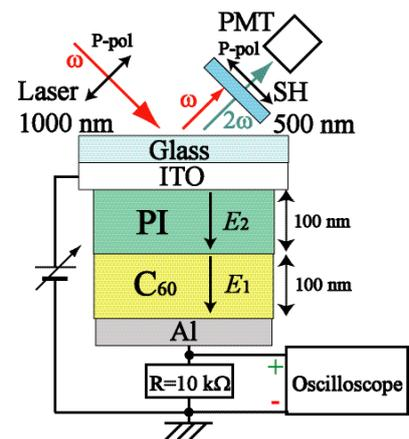
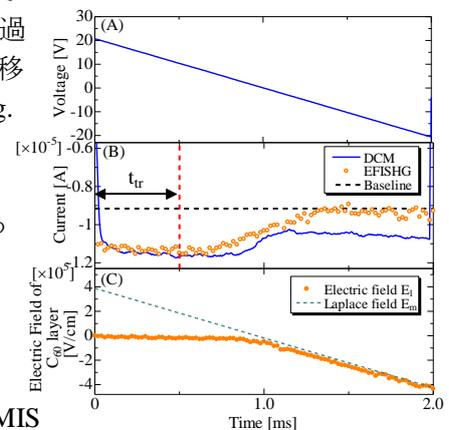

Fig.1 MIS (ITO/Polyimide/C₆₀/Al) device structure and experimental setup.
Fig.2 (A) External applied voltage, (B) transient current, (C) electric field in the C₆₀ layer measured by using EFISHG method.
実験：Fig. 1 に MIS (ITO/Polyimide/C₆₀/Al) 素子構造と測定系を示す。ITO 電極に+20V を印加すると Al 電極から C₆₀ に電子が注入し、Polyimide/C₆₀ 界面に蓄積して定常状態となる。その後、Fig. 2 (A)に示すように電圧を掃引速度($dV/dt = -20$ kV/s)で減少し、電子が Al 電極に戻る過程で流れる過渡電流を測定した。また、このときの C₆₀ 層中の電界を EFISHG 法により直接測定した。プローブ光のレーザー波長を 1000 nm として、C₆₀ 層の電界 E_1 を選択的に測定した。キャリア移動度は $d_1 = \int_0^{t_{tr}} \mu E_1 dt$ の関係式から求めた (t_{tr} は放電による電流値が最大となる時間)。
結果・検討：過渡電流の測定結果を Fig. 2(B)に、EFISHG 測定による C₆₀ 層の電界を Fig. 2(C)に示す。電圧を減少させる過程で C₆₀/Polyimide 界面に蓄積した電子が Al 電極に移動することで過渡電流が流れている。一方で、EFISHG 測定結果から、電子が移動している間は C₆₀ 層の電界はキャリア蓄積のない場合 (Fig. 2(C)に点線で示した) に比べて非常に小さくなっていることがわかる。これは、C₆₀/Polyimide 界面に蓄積した電子がつくる空間電荷電界が外部電圧による電界を打ち消しているからである。EFISHG 測定で直接測定した電界により C₆₀ のキャリア (電子) 移動度 $\mu = 1.60 \times 10^{-6} \text{ cm}^2/\text{Vs}$ が得られ、キャリア蓄積を無視した場合のみかけの移動 ($\mu' = 2.32 \times 10^{-7} \text{ cm}^2/\text{Vs}$) よりも、実際のキャリア移動度が大きいことがわかる。